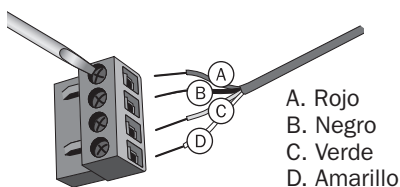

figura 12
3. Conecte los hilos al conector del módulo. Inserte cada uno de los hilos en el borne del color correspondiente. Para ello, retire el tornillo de los lados de cada borne, inserte el cable y vuelva a atornillarlo para fijarlo correctamente. Repita la misma operación con los otros tres cables (**figura 12**).